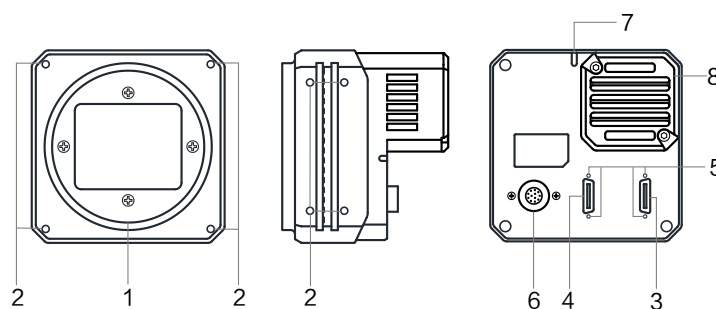
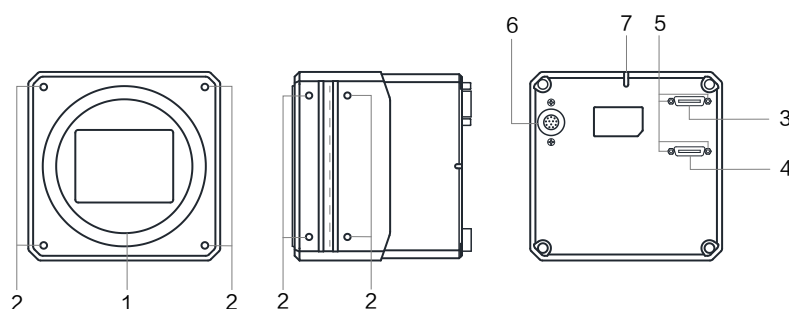
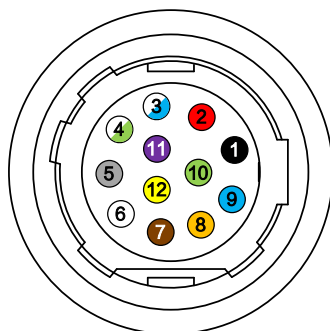

图4-2 M72 口，带风扇相机外观
图4-3 M72 口，带 TEC 相机外观
图4-5 12-pin 接口
- 图 4-2 为 M72 口、带风扇相机外观。
- 图 4-3 为 M72 口、带 TEC 相机外观。
12-pin P10 接口适用于 M72 口相机（图 4-2 和图 4-3），对应的管脚信号定义如图 4-5、表 4-3 所示。
- 图 4-5 与表 4-3 中所示的线芯仅为本公司销售的线缆线序以及对应的线芯颜色，若线缆不是从本公司购买，请以实际线序以及对应线芯颜色为准。